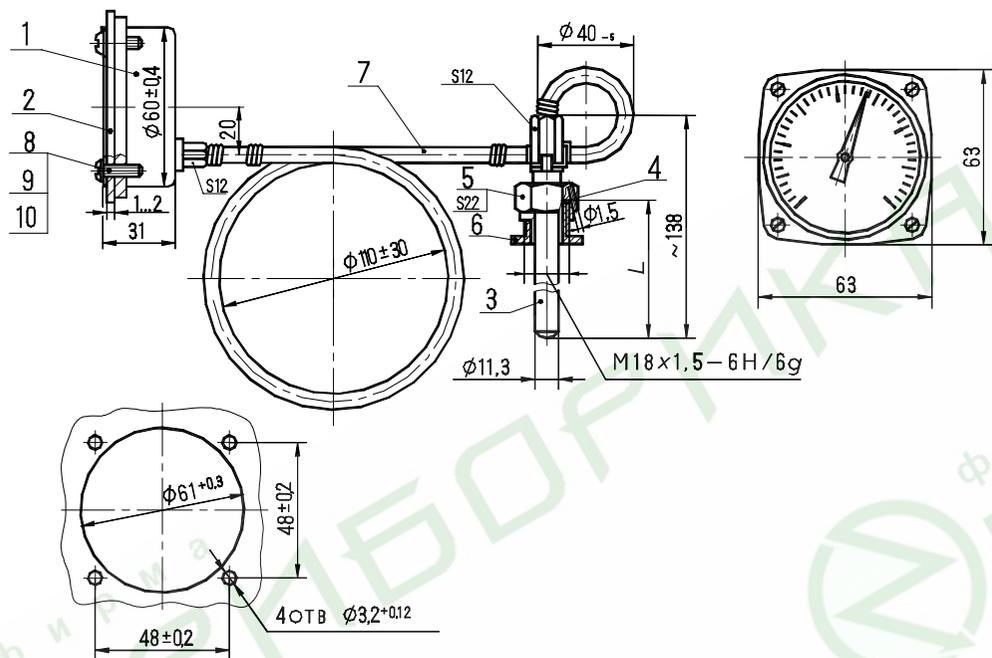

Рисунок 3 - Габаритные и присоединительные размеры термометра ТКП-60/3М2:
##### 5.2.1 Монтаж термометров должен производиться в соответствии с рис.3.
7.2 Необходимо следить за герметичностью соединений в месте установки термобаллона, в случае необходимости подтянуть гайку накидную поз.5 (см. рисунок 3) или сменить прокладку поз.4.